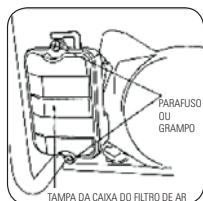

FIGURA 9.2
1. Solte os grampos e remova a tampa do filtro, removendo em seguida o elemento filtrante. Figura 9.2.